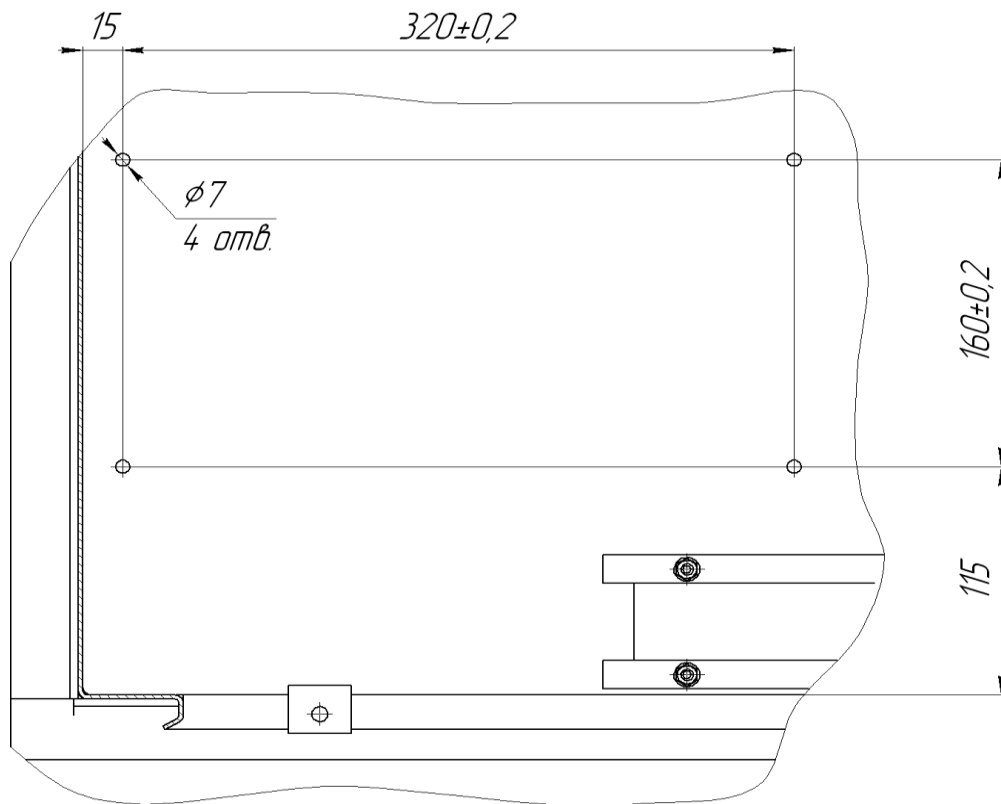

Рисунок 2.4.1 – Разметка установочных отверстий
1. Проверить наличие четырех отверстий  $\varnothing 7$  мм на дне СУ. При отсутствии отверстий просверлить согласно чертежу (см. рисунок 2.4.1).